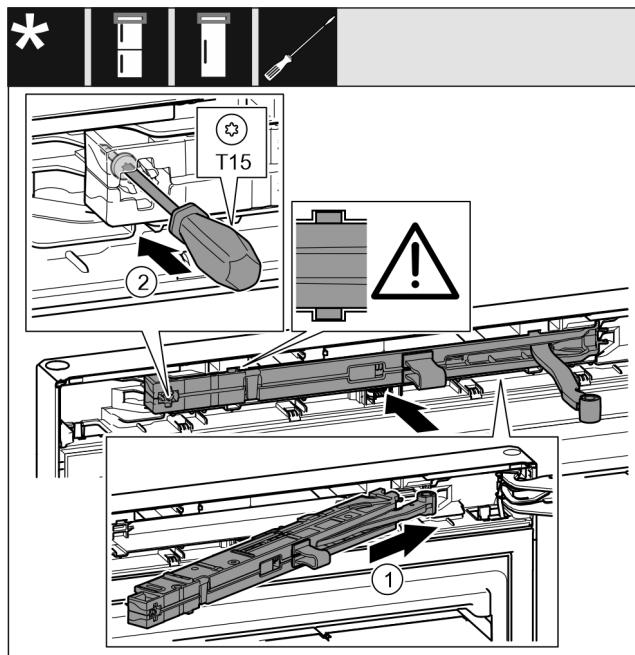

Fig. 24
- Schließdämpfereinheit Fig. 24 (1) auf der Lagerbockseite bis zum Anschlag schräg in die Aussparung einschieben.
- Schraube Fig. 24 (2) mit einem Schraubendreher festschrauben.